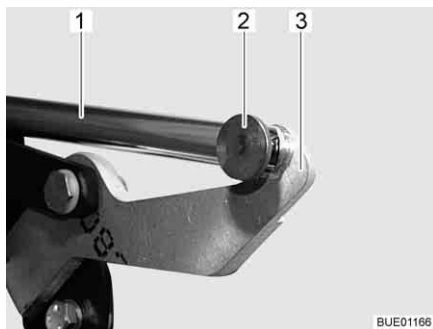

Bild 109 Drivning
- Ta bort förbindelsen (t. ex. sprinten och stiftet) (Bild 109,2) mellan skjutstängens (Bild 109,1) och armen (Bild 109,3).